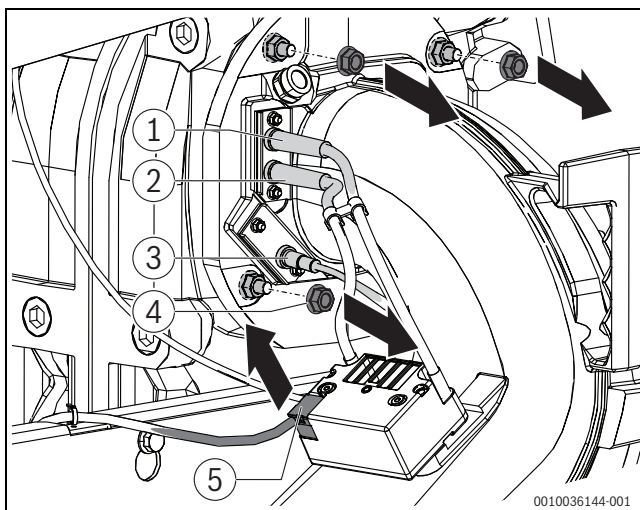

Fig. 54 Desapertar o cabo de ligação no transformador de ignição e porcas.
- ▶ Desapertar o cabo de ligação no transformador de ignição (→ fig. 54, [5]).
- ▶ Remover as 4 porcas de fixação superiores (→ fig. 54, [4]) no coletor de mistura.
- Remover as 4 porcas de fixação superiores (→fig. 54, [4]) no coletor de mistura.
- Desapertar o cabo de ligação no transformador de ignição (→fig. 54, [5]).